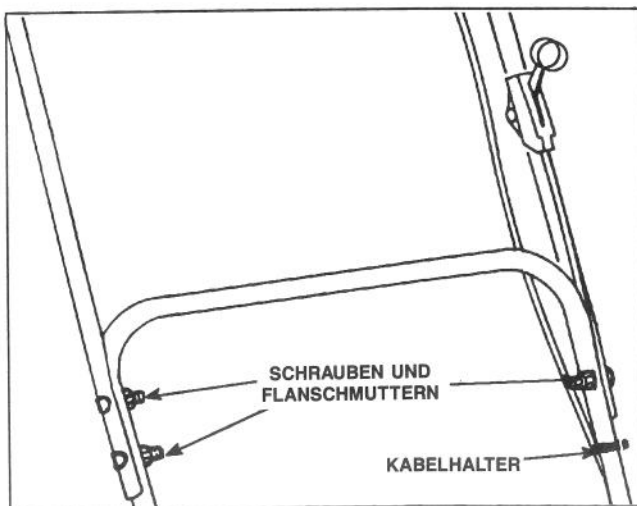

Abbildung 2
3. **OBERE SCHIEBESTANGE** (Abb. 2)—Obere und untere Schiebestangen mit Schrauben und Muttern befestigen. Steuerkabel mit Kabelhalter befestigen.